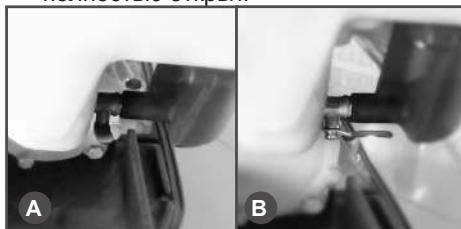

Рис. 8 Кран подачи воды
- Убедитесь, кран подачи воды закрыт (Рис. 8). На Рис. 8А кран подачи воды закрыт. На Рис. 8В кран подачи воды полностью открыт.